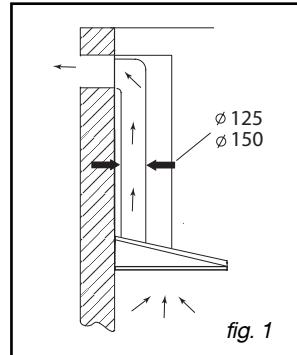

fig. 1
(fig. 1)
- Faça um traço horizontal no mínimo a 70 cm da placa de cozinha ou do fogão (A/fig.1).
- Faça um traço vertical (B/fig.1) na parede, centrado em relação ao fogão ou à placa de cozinha e que vá do tecto até ao limite do traço horizontal anterior (A).
- Recorte o modelo de realização dos furos pela linha pontilhada para obter 2 partes, C1 e C2 (fig.1).
- Coloque o modelo C2 (fig.1) na parede de maneira a sobrepor o traço que representa o eixo do exaustor sobre o traço vertical B (fig.1) feito anteriormente.
- Coloque o modelo C1 (fig.1) na parede, encostando-o ao tecto.
- Aperte os dois parafusos da parte de cima do exaustor (D/fig.1), deixando 5 mm por aparafusar.